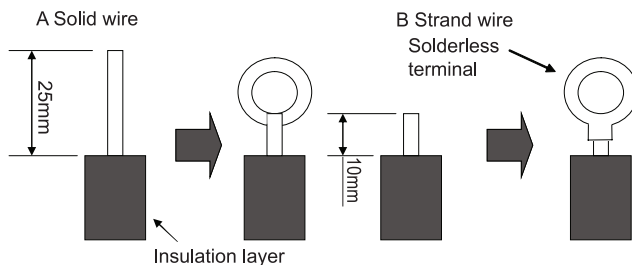

Fig. 29
(1). Per cavi ad anima piena (Fig. 29)
(2). Per cavi multifilo (Fig. 29)